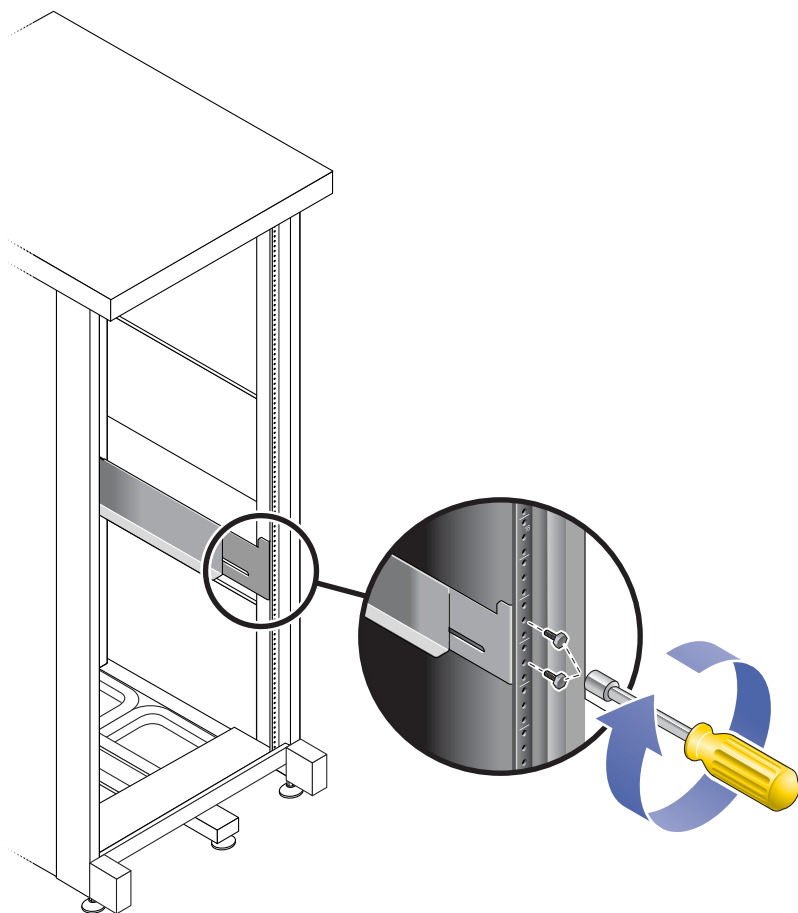

図 2-9 キャビネット背面への左側レールの固定
- d. プラスのねじ回し (Phillips の 2 番) を使用して、レール後部で 3 本のねじを差し込んで締め付けます (図 2-9)。